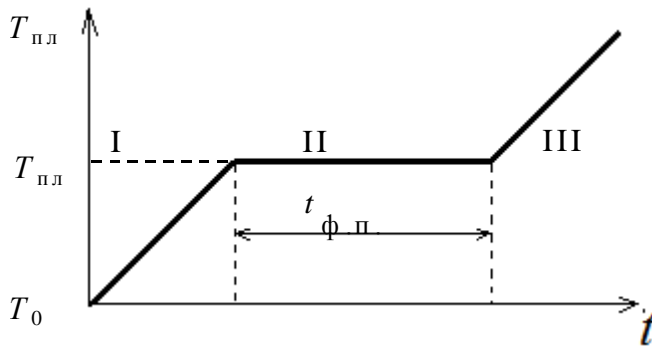

Рис. 7.3. Диаграмма плавления
времени  $t$  при неизменных внешних условиях. Эта кривая качественно показана на рис. 7.3. Левая возрастающая часть показывает нагревание твердого образца и ампулы, а правая – нагревание расплава и ампулы. Тепловая мощность на любом из этих участков равна изменению внутренней энергии системы в единицу времени:
Горизонтальный участок на рис. 7.3 соответствует процессу плавления металла. Ордината его – температура плавления, а длина горизонтального участка соответствует времени фазового перехода  $t_{ф.п.}$ . Для этого случая закон сохранения энергии может быть записан следующим образом:
**3.3.8.** По данным таблицы постройте диаграмму затвердевания олова  $T = f(t)$ , которая качественно показана на рис. 7.3. Из диаграммы определите температуру плавления олова  $T_{пл}$ , время фазового перехода  $t_{ф.п.}$  и скорость изменения температуры системы  $\frac{dT}{dt}$ . Воспользовавшись участком III (полного расплава) диаграммы, по формуле (7.3) вычислить удельную теплоту плавления